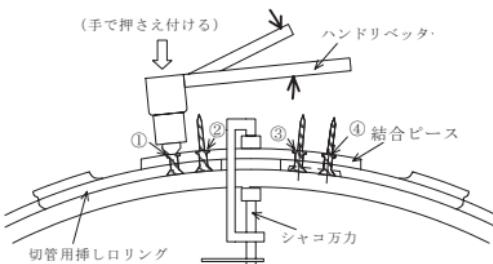

図 52 リベットの取り付け方法
- (6) 切管用挿し口リングを挿し口より取り外し、(5) でケガいた箇所にドリルで貫通穴をあける。
- (7) 挿し口溝部および切管用挿し口リングに砂などが付着していないか確認し再度、切管用挿し口リングを手順(2)、(3)の順番で挿し口溝に入れて挿し口に密着させる。
- (8) 結合ピースを挿し口リングに当て、リベットを穴に入れた後、シャコ万力で固定し、ハンドリベッタを使って①、④、②、③の順番でリベット止めを行う。このとき、リベットをハンドリベッタで押さえつけながらレバーを一度で絞らずに、数回に分けて絞る。(図 52 参照)。